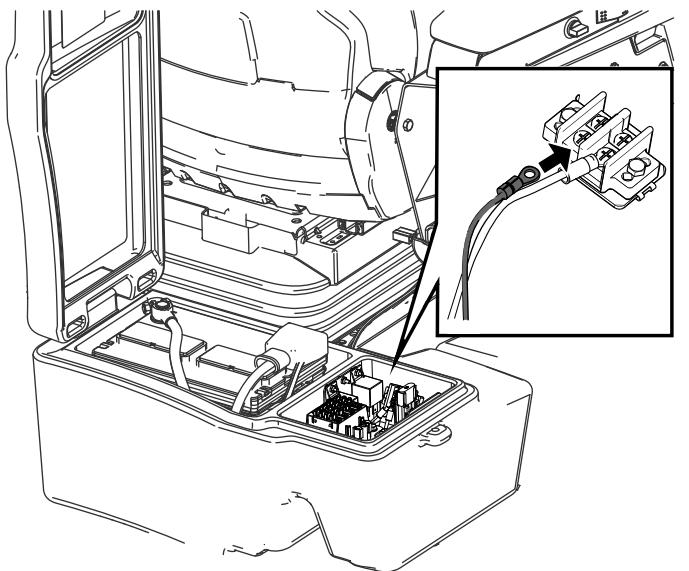

Figura 25
- 5. Collegate il raccordo a occhiello al portafusibili di messa a terra, come illustrato nella Figura 25.